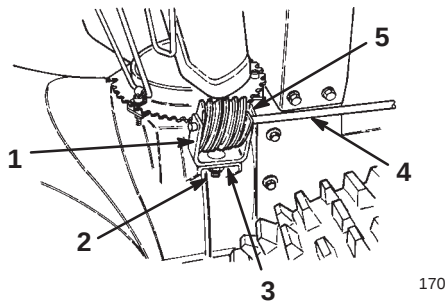

Bild 8
1. Setzen Sie eine Schlossschraube (1 Zoll) in das Befestigungsloch der Getriebehalterung ein (Bild 8).
2. Setzen Sie das Schneckengetriebe in die Halterung ein, richten Sie die Öffnungen entsprechend aus und führen Sie die Getriebebeschaltstange für den Auswurf durch die Halterung und das Getriebe (Bild 8).
3. Bringen Sie das Schneckengetriebe und die Halterung mit Schlossschraube, Flachscheibe und Sicherungsmutter lose am Montageflansch an (Bild 8).